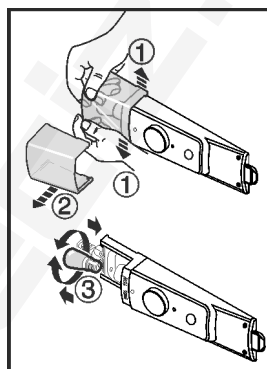

Fig. 10
- ▶ A lámpa fedelét belül, az elülső részen nyomja szét Fig. 10 (1), és húzza oldalra az ábrán látható módon Fig. 10 (2).
▶ Cserélje ki a lámpát. Fig. 10 (3)